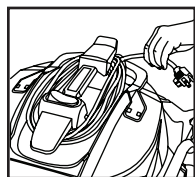

FIGURA 19
42. El cable de energía puede ir enrollado alrededor de los soportes de enrollado de cable de la parte superior de la cubierta del depósito que están ubicados en la parte frontal y por detrás de la manija. **FIGURA 19.**